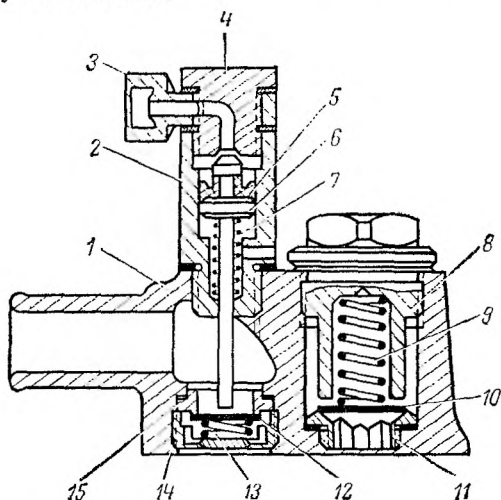

Рис. 115. Головка компрессора:
Компрессоры автомобилей с системой регулирования давления в шинах (ГАЗ-66-01, ГАЗ-66-02, ГАЗ-66-04, ГАЗ-66-05) отличаются от компрессоров автомобилей без этой системы (ГАЗ-66 и ГАЗ-66-03) тем, что в резьбовое отверстие головки компрессора над впускным клапаном вместо заглушки ввернут разгрузочный цилиндр (рис. 115).
отвернуть пробку *8* (см. рис. 115) нагнетательного клапана, снять пружину *9* и клапан *10*;
**Компрессор** автомобилей с системой регулирования давления в шинах в отличие от компрессора автомобилей без этой системы имеет разгрузочный цилиндр, ввернутый в резьбовое отверстие головки компрессора над впускным клапаном. При увеличении давления в системе до  $5\text{--}5,5 \text{ кг/см}^2$  регулятор давления соединяет разгрузочный цилиндр с воздушным баллоном, в результате чего воздух под давлением поступает в разгрузочный цилиндр и перемещает поршень 6 (см. рис. 115) вниз. Шток поршня, переместившись вниз, открывает клапан 12 и соединяет, таким образом, полость цилиндра с воздушным фильтром двигателя, вследствие чего при ходе поршня компрессора вверх (ход сжатия) воздух вытесняется обратно в воздушный фильтр, а не в систему, т. е. компрессор работает без нагрузки.